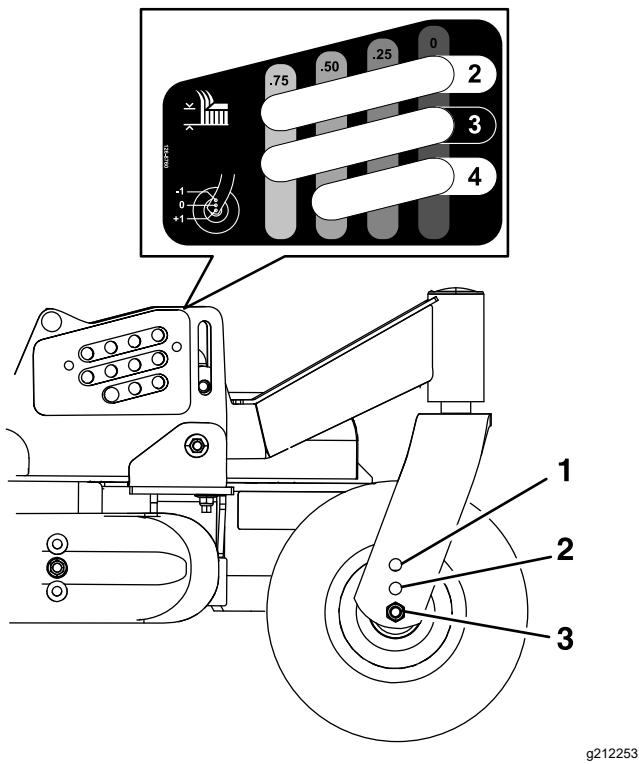

Figura 28
- B. Coloque las ruedas de ajuste delantera y trasera en los taladros correspondientes (consulte la tabla siguiente, y la Figura 28) e instale las fijaciones de montaje.